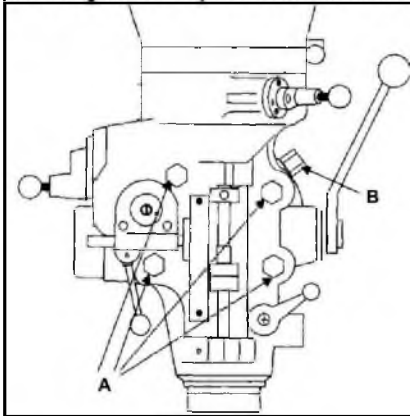

Рис. 18
1. Ослабьте четыре большие шестигранные гайки, которые крепят фрезерную голову к консоли станка (Рис. 18). 1/4 оборота должно быть достаточно, чтобы ослабить фрезерную голову.
2. Для наклона головы вправо или влево поверните стяжную гайку (В, Рис. 18). Используйте угловую шкалу на переходнике цилиндра. **Внимание:** применяйте вращающий момент в два этапа с использованием шаблона пересечений. Иначе можно деформировать лицевую часть переходника цилиндра.